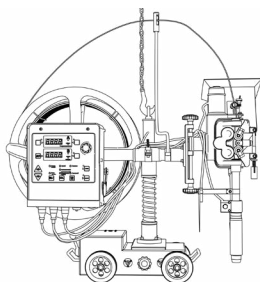

Рис. 8.11. Схема строповки сварочного трактора.
- Для транспортировки трактора предусмотрено строповочное кольцо (см. рис. 8.11).